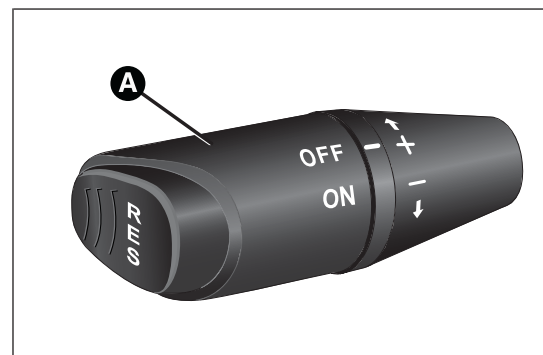

fig. 37
- tourner la bague A fig. 37 sur ON et, en appuyant sur la pédale d'accélérateur, amener le véhicule jusqu'à la vitesse souhaitée ;